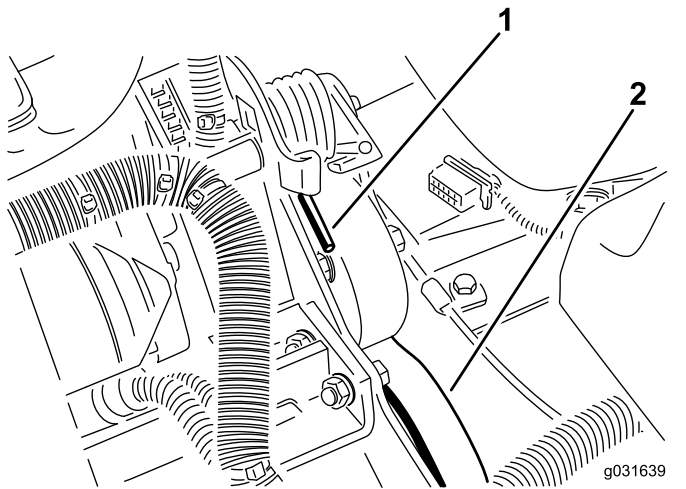

Bild 62
2. Drücken Sie das Ende der Feder ab- und vorwärts, um die Feder aus dem Bügel auszuhaken und die Feder zu entspannen (Bild 62).